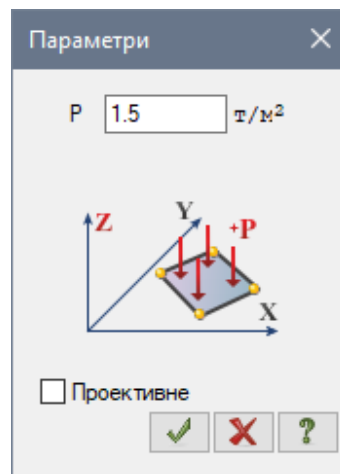

Рис. 11.20. Діалогове вікно **Параметри**
- В цьому вікні задайте інтенсивність навантаження  $p = 1.5 \text{ т/м}^2$  (рис. 11.20).